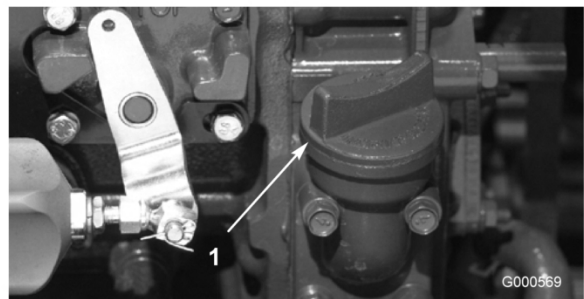

Bild 14
4. Wenn der Ölstand unter der VOLL-Marke liegt, nehmen Sie den Fülldeckel ab (Bild 14) und gießen Sie genug Öl ein, um den Ölstand bis zur VOLL-Marke anzuheben. **Nicht überfüllen.**